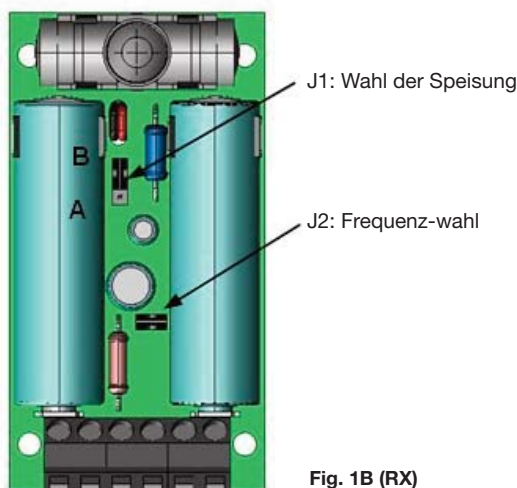

Fig. 1B (RX)
- Stellen Sie die Anschlüsse wie in den vorstehenden Abschnitten angegeben aus und wählen Sie die Speisung des Senders mit Hilfe des entsprechenden Jumpers (J1, Abb. 1B):
- Schließen Sie an der dazu vorgesehenen Klemmleiste (Klemmen 3 und 4, Abb. 1B) den Kontakt der Flanke oder der Außensicherung am Sender an. **Brücken Sie bei Nichtverwendung dieser Option die Klemmen 3 und 4.**
- Schließen Sie an der dazu vorgesehenen Klemmleiste (Klemmen 5 und 6, Abb. 1B) den Kontakt der äußeren Widerstandsflanke 8K2 am Sender an. **Brücken Sie bei Nichtverwendung dieser Option NICHT die Klemmen 5 und 6.**